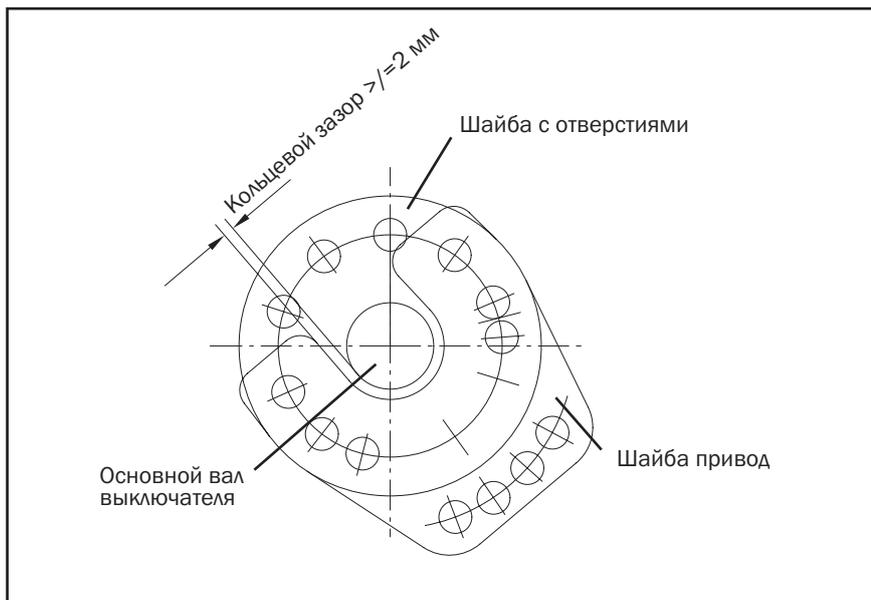

Рис. 5
4. При прифланцовывании приводного рычага к шайбе с отверстиями на выключателе следует соблюдать, чтобы кольцевой зазор к основному валу (диаметром 30 мм) был не менее чем 2 мм (рис. 5).